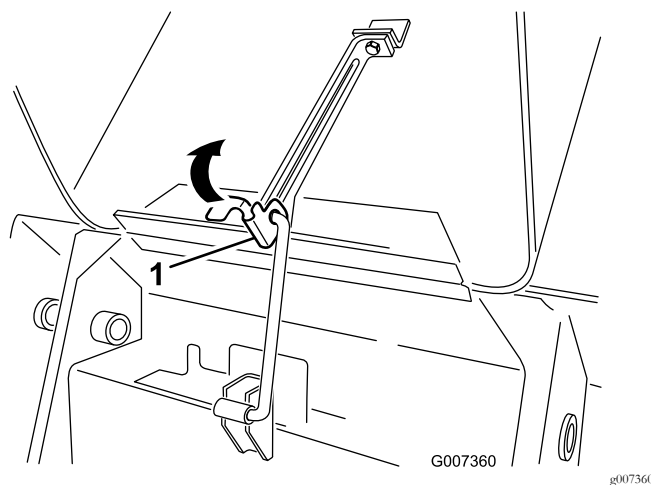

**Figura 30**
1. Allentate la vite di bloccaggio del cofano (Figura 30)
3. Serrate la vite di bloccaggio del cofano per fissare il dispositivo di chiusura (Figura 30).
2. Girate il fermo del cofano in senso orario (Figura 30).
3. Ruotare il cofano verso l'alto (Figura 30).